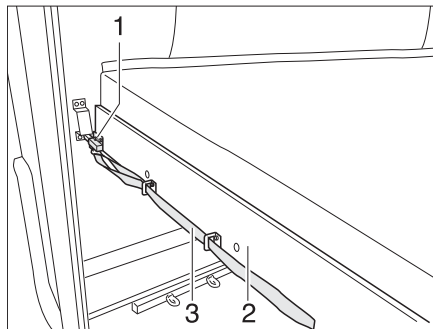

Bild 156 Våningssäng (bak)
- Dra i bandet (Bild 156,3) och lossa spärren (Bild 156,1).
- Dra fram ribbotten (Bild 156,2) med madrassen så att den hakar i.